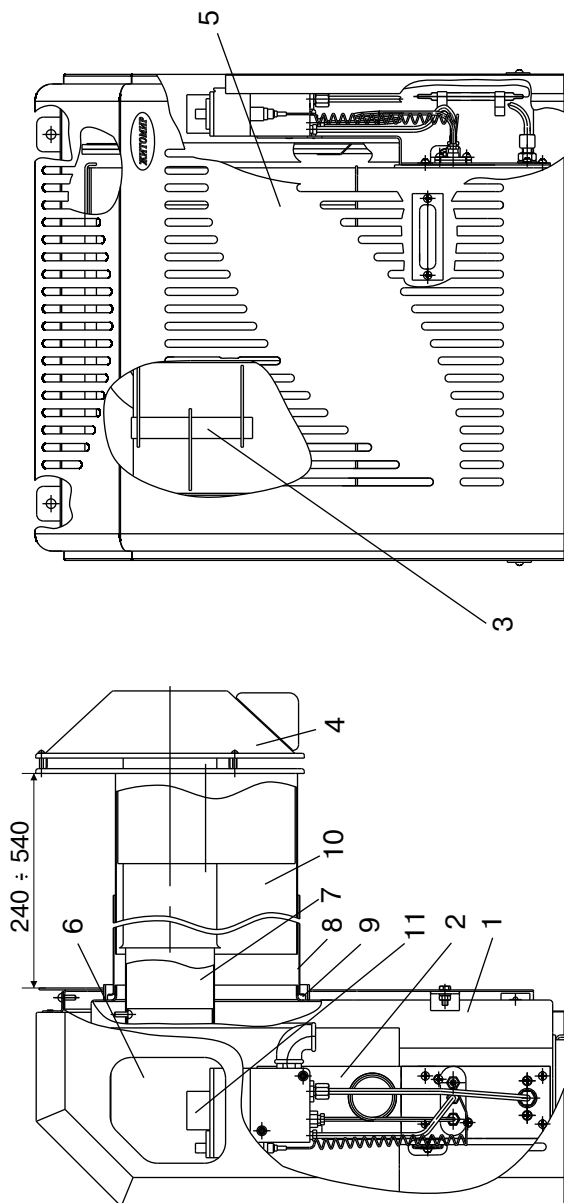

Рис. 1. Устройство конвектора
5.1. Конвектор (см рис.1) состоит из таких основных частей: корпуса с герметичной камерой сгорания, дымо-воздушного блока, газогорелочного устройства, крышки, закрывающей верхний проем, облицовочного кожуха. Для обеспечения герметичности топки конвектора между корпусом и дымо-воздушным блоком, газогорелочным устройством, крышками установлены прокладки из базальтового картона.
6.4. Установка конвектора должна выполняться в соответствии с требованиями ДБН В.2.5-20, приведенным в п. 4.6. в такой последовательности: (см. рис. 1,2)